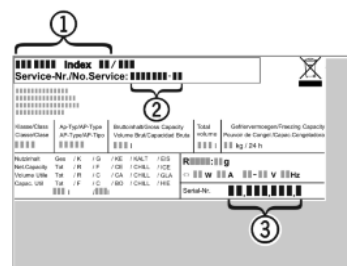

Fig. 3
- ▶ Apparaataanduiding *Fig. 3 (1)*, servicenr. *Fig. 3 (2)* en serienr. *Fig. 3 (3)* van het typeplaatje aflezen. Het typeplaatje bevindt zich aan de linkerkant binnen in het apparaat.
- ▶ Contact opnemen met de Technische Dienst en het probleem, apparaataanduiding *Fig. 3 (1)*, servicenr. *Fig. 3 (2)* en serienr. *Fig. 3 (3)* mededelen.